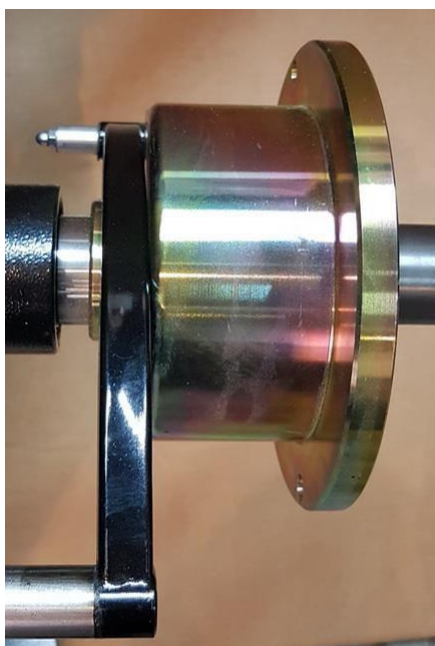
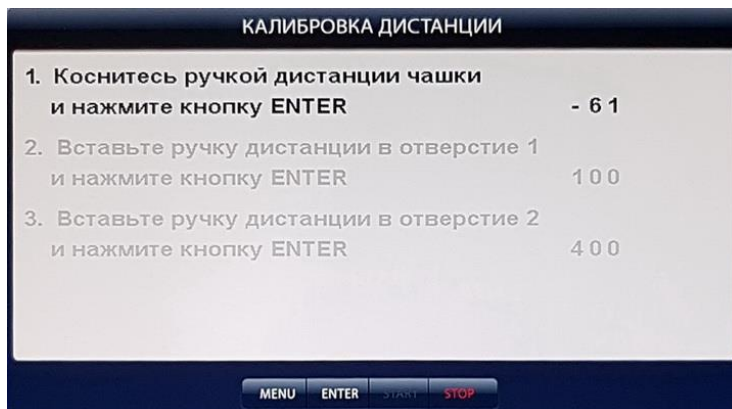

Рис. 22.1.
Рис. 22.2.
22.1.1. Калибровка тракта измерения дистанции. Для оценки погрешности устройства ввода дистанции выдвиньте штангу ввода параметров и уприте внешнюю боковую сторону её рукоятки в задний торец фланца вала, как показано на (рис. 22.1). При этом на экране ввода геометрических параметров (см. рис.10.2) появится величина дистанции. Если величина дистанции не равна 185 ± 5 мм, то устройство ввода дистанции требует калибровки.
Нажмите кнопку «MENU», в открывшемся окне MENU выберите пункт 5 «Калибровка», нажав кнопку 5 в верхнем ряду клавиатуры. Откроется окно КАЛИБРОВКА. Выберите п. 2 «Калибровка дистанции» нажав кнопку 2 в верхнем ряду клавиатуры, откроется окно КАЛИБРОВКА ДИСТАНЦИИ (рис.22.2). Выдвиньте штангу ввода параметров, уприте внешнюю боковую сторону её рукоятки в задний торец фланца вала, как показано на (рис. 22.1) и нажмите кнопку «ENTER». В окне КАЛИБРОВКА ДИСТАНЦИИ выделится второй пункт: «2. Вставьте ручку дистанции в нижнее отверстие, нажмите кнопку «ENTER»